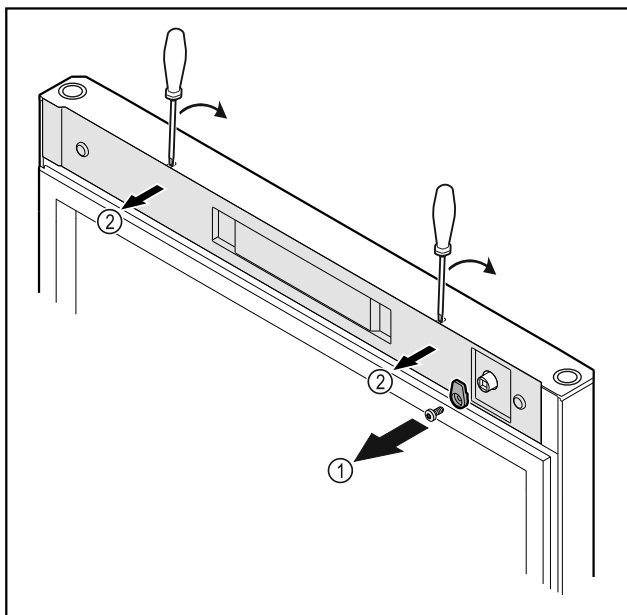

Fig. 20
- ▶ Schließhaken Fig. 20 (1) abschrauben.
- ▶ Abdeckung Fig. 20 (2) mit einem kleinen Schraubendreher ausrasten und abnehmen.